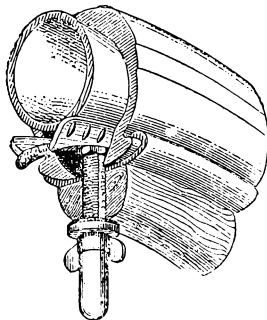

Fig. 1. - Bullone-valvola.
**Vantaggi del bullone-valvola.** — Il bullone valvola (fig. 1) risparmia al meccanico le operazioni meticolose che sono richieste dal montaggio e smontaggio di un pneumatico munito delle chiavarde di sicurezza, per mantenendo la copertura perfetta e sicura nel cerchio.